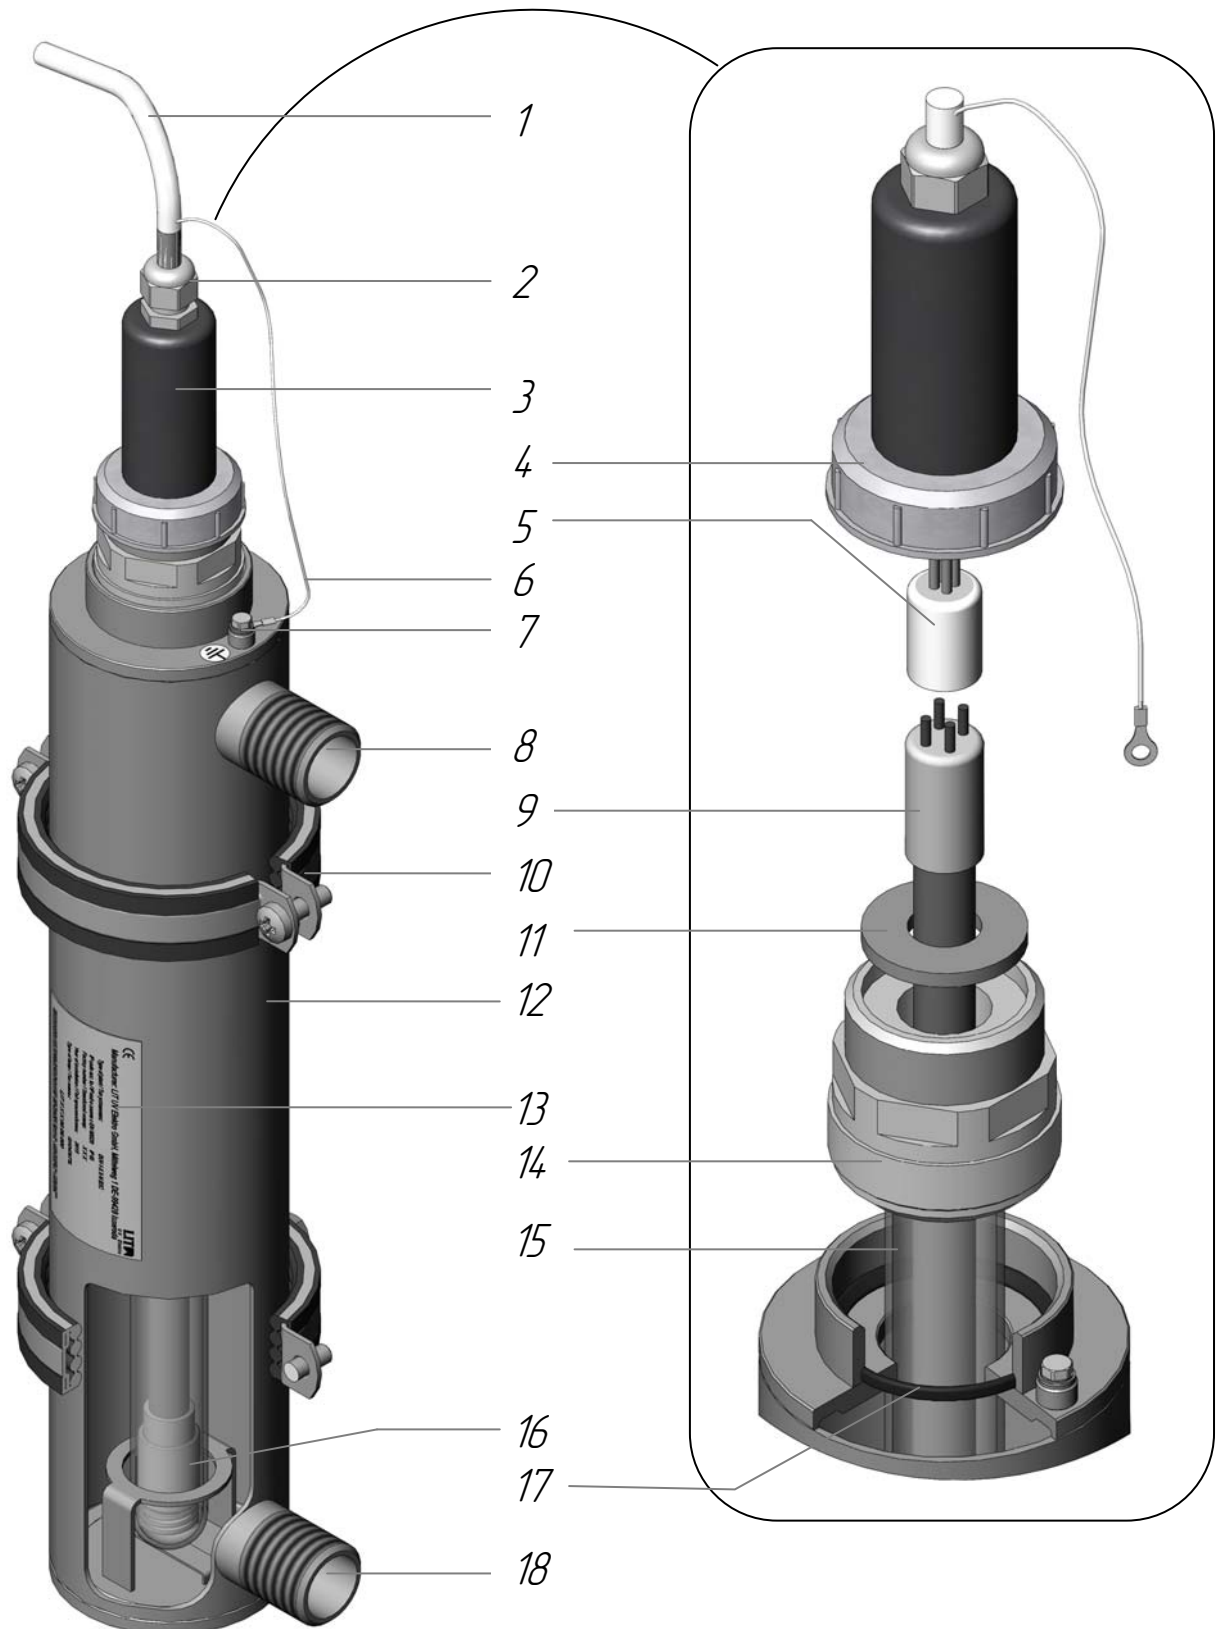

Рисунок 1. Составные части камеры обеззараживания¹
- КАМЕРА ОБЕЗЗАРАЖИВАНИЯ (см. Рисунок 1) предназначена для УФ облучения обрабатываемой воды. В корпусе камеры установлен защитный кварцевый чехол с бактерицидной УФ лампой внутри.